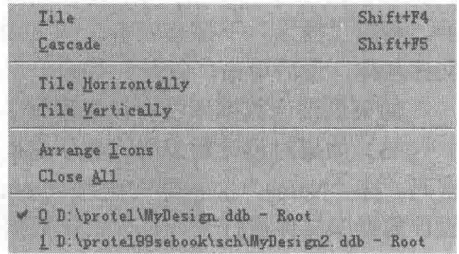

图 1.13 Window 菜单
(4) Window 菜单: 如图 1.13 所示。这些命令主要用于工作窗口的管理, 我们将在后面对主要功能进行详细介绍。
(5) Help 菜单: 主要用于打开系统提供的帮助文件。